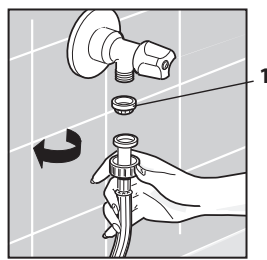
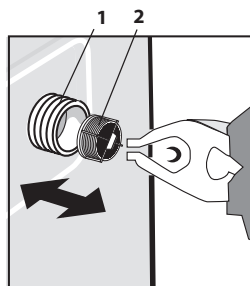

Figure 20
Figure 21
Le filtre 1 entre le tuyau de remplissage et le robinet (fig.20) et aussi le filtre 2 au raccord fileté de la valve électrique 1 (fig. 21) sont installés pour éviter la pénétration à la machine avec l'eau des impuretés solides (sable, paille de fer etc.). Il est recommandé de faire le nettoyage pas rare d'une fois par an.
- déconnecter le tuyau de remplissage du robinet d'arrivée d'eau (fig. 20);
- retirez à la main le filtre 1 (fig. 20) du tuyau de remplissage;
- retirez le filtre 2 du raccord fileté de la valve électrique à l'aide de la pince ou des pinces (fig. 21);